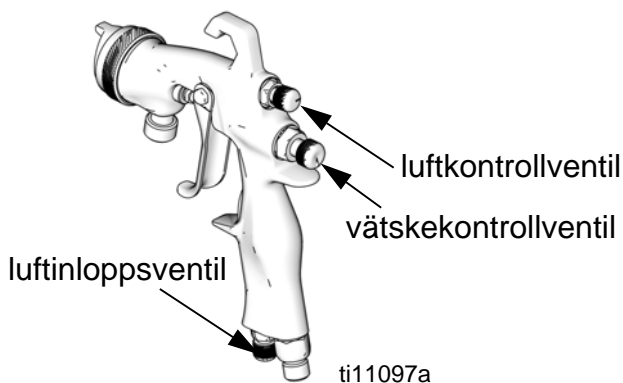

FIG. 3
2. Öppna luftkontrollventilen genom att vrida ratten helt moturs för att uppnå fullständigt fläktmönster. Se FIG. 3.
3. Stäng av mönsterluften genom att vrida luftkontrollventilen helt medurs för att få ett runt sprutmönster. Se FIG. 3.